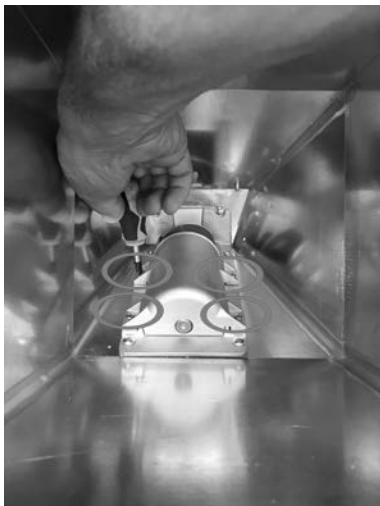

Fig. 60 - Retrait des vis
- Entrer par le réservoir et dévisser les 4 vis de la coque de la vis sans fin (voir **Fig. 60**).